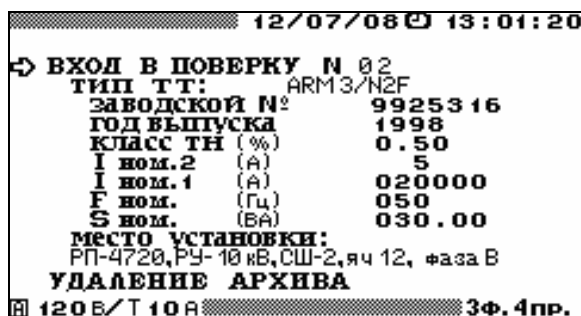

Рис. 4.39. Окно входа в режим поверки ТТ
Перед началом поверки необходимо задать параметры поверяемого ТТ. В окне входа в режим поверки ТТ (рис. 4.39) задаются следующие параметры поверяемого ТТ:
Для изменения любого из параметров, соответствующих выбранному типу ТТ (рис. 4.39), необходимо подвести курсор к соответствующему параметру и нажать клавишу «ENT». В открывшемся окне с помощью цифровой клавиатуры и клавиш ◀, ▶ ввести нужные значения. Для ввода нового значения необходимо нажать клавишу «ENT», для отказа от ввода набранного значения необходимо нажать клавишу «ESC».
- заданное в окне входа в режим поверки ТТ (рис. 4.39) номинальное значение полной мощности поверяемого ТТ, ВА;
- заданное в окне входа в режим поверки ТТ (рис. 4.39) номинальное значение тока вторичной обмотки, А;